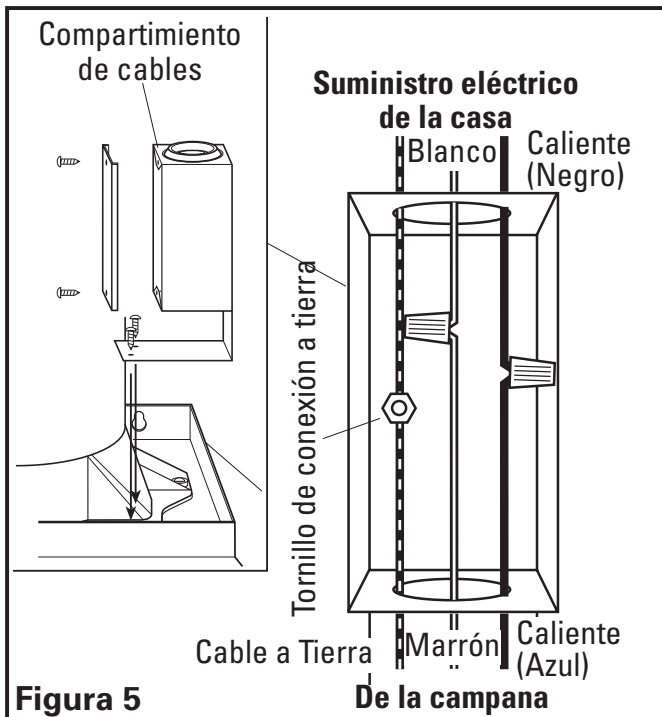

Figura 5
1. Adose el compartimiento de cables a la campana con dos de los tornillos de 3,9 x 13 mm provistos. Retire la cubierta del compartimiento de cables y conecte el cable marrón (en algunos modelos este cable será blanco) de la campana extractora al cable blanco del suministro eléctrico, y el cable azul (en algunos modelos este cable será negro) de la campana extractora al cable negro del suministro eléctrico. Conecte los cables a tierra de la casa (verde o desnudo) y de la campana (verde/amarillo) al tornillo de conexión a tierra en el compartimiento de cables. Use métodos aprobados para todas las conexiones (**Figura 5**).